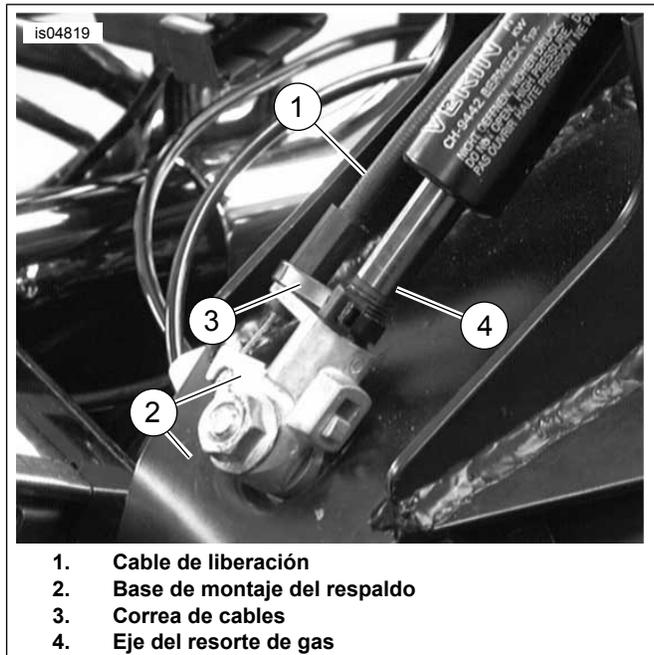

Figura 6. Fije el cable a la base de montaje del respaldo
12. Vea la Figura 6. Fije el cable de liberación (1) a la base de montaje del respaldo (2) como se muestra. Fije cuidadosamente el cable al eje del resorte de gas (4) con la correa de cables proporcionada (3). No apriete excesivamente la correa de cables.